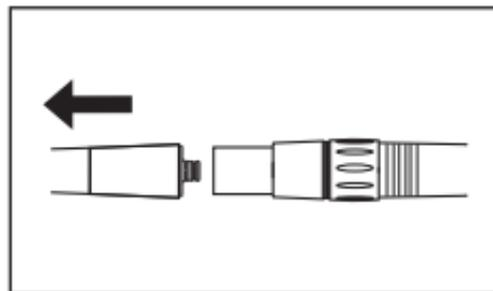

Fig. 16
- 5 Retirez la pièce à main du raccord ou du tuyau (Fig. 16). Procédez à l'entretien du raccord conformément au mode d'emploi du raccord.